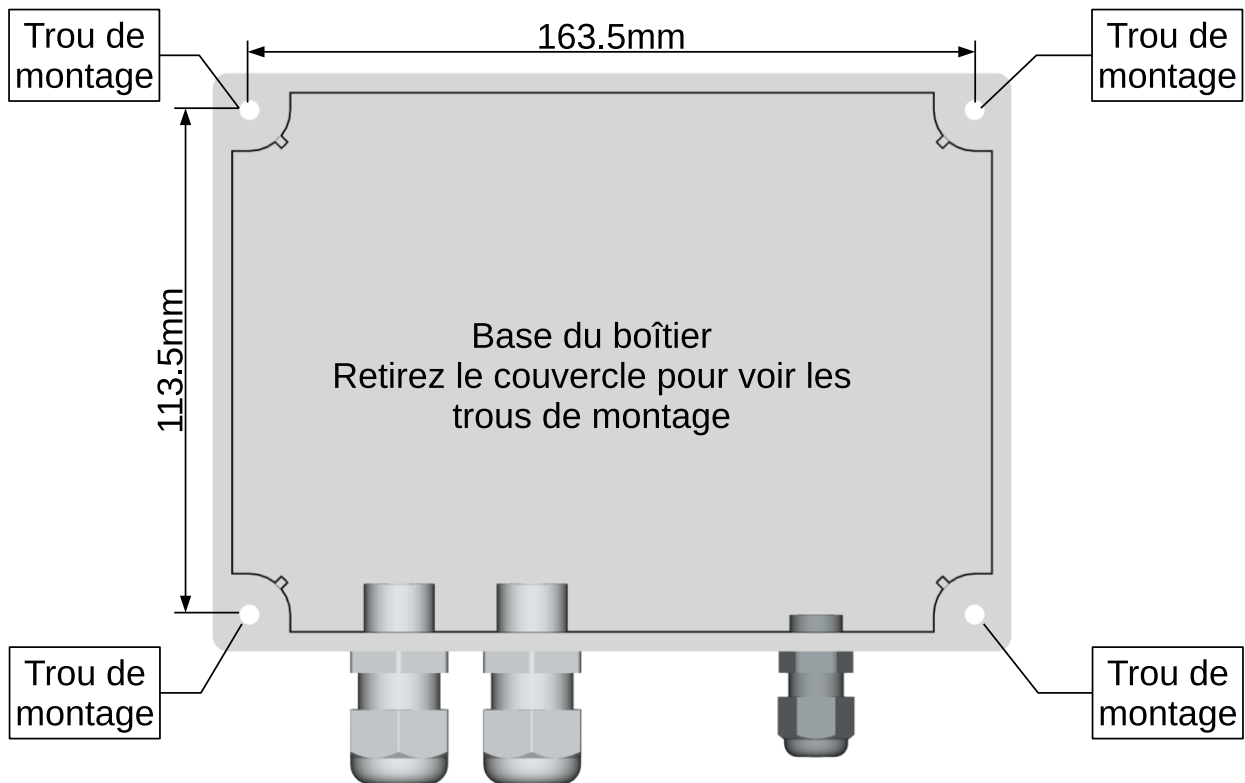

Figure 2 : Points de montage
2. Utilisez les points de montage fournis sur le boîtier pour le monter à l'emplacement souhaité. Voir la Figure 2 pour les dimensions de montage.